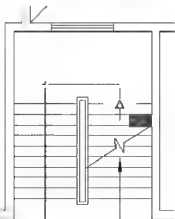
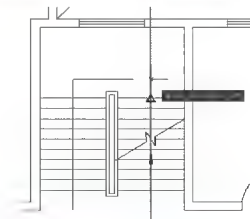

图 2.131 光标放在踏步线中点
图 2.132 寻找水平线和垂直虚线的交点
(4) 在指定下一个点或 [圆弧 (A) / 半宽 (H) / 长度 (L) / 放弃 (U) / 宽度 (W)]: 提示下, 将光标放在如图 2.131 所示的踏步线中点位置, 此时不单击, 然后将光标垂直向上拖动, 拖出垂直虚线。把光标放在如图 2.132 所示的水平线和垂直虚线的交点位置, 然后单击, 以确定下行第二段箭头杆的长度, 并保证第二段箭头杆的位置居中于右侧梯段。